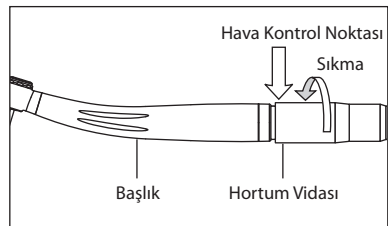
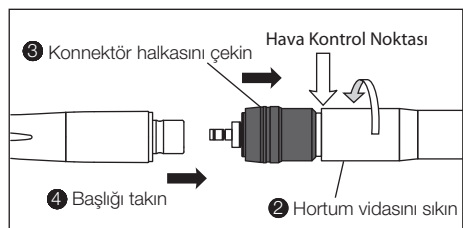

Fig. 1
Fig. 2
- (1) Takılması
- Hortum Vidasını Sıkınız. (Fig. 1)
- (2) Sökülmesi
- Konnektör halkasını geriye doğru Fig. 2' de gibi çekiniz.
Fig.1 ve Fig. 2 de ok ile işaretli Hava Basıncını ayarlayınız. Ayarlanacak değerler teknik özellikler tablosunda verilmiştir. Tavsiye edilen hava basınç değerlerini aşmayınız.